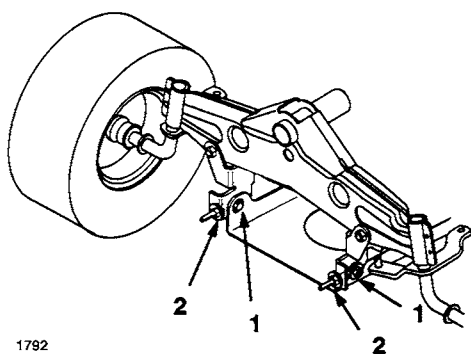

Bild 53
7. Um die Messerneigung von vorne nach hinten einzustellen, die Befestigungsschrauben der vorderen Gelenkplatte etwas lockern (Bild 53).
8. Die Sicherungsmuttern an den Ringschrauben drehen, um die Einstellung zu ändern (Bild 53). Um
9. Nachdem die Sicherungsmuttern an beiden Ringschrauben gleichmäßig eingestellt wurden, die Neigung von vorne nach hinten nochmals prüfen. Die Ringschrauben weiter einstellen, bis die vordere Spitze des Messerbalkens 0-9,2 mm tiefer ist, als die hintere Messerbalkenspitze (Bild 53).
10. Wenn die Neigung von vorne nach hinten einwandfrei ist, die Befestigungsschrauben der Gelenkplatte wieder festziehen (Bild 53).